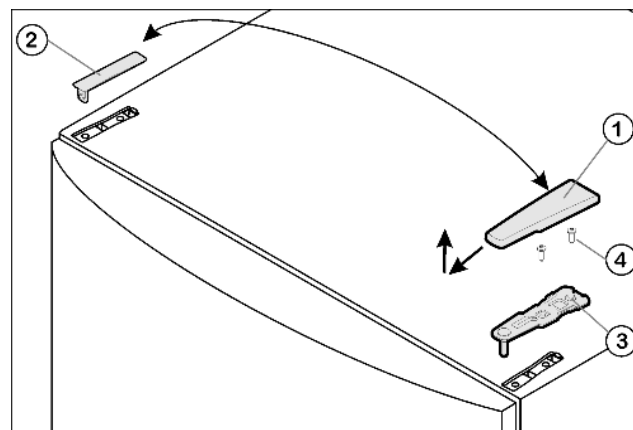

Fig. 4
- Крышку Fig. 4 (1) снимите движением вперед и вверх.
- Снимите крышку Fig. 4 (2).
- Открутите верхний опорный кронштейн Fig. 4 (3)(2 шт. Torx 25) Fig. 4 (4) и вытяните вверх.
- ▶ Установите верхний опорный кронштейн *Fig. 4 (3)* на новой стороне шарнира и защелкните в дверце.
- ▶ Прикрутите верхний опорный кронштейн **с усилием мин. 4 Нм** (2 шт. Torx 25) *Fig. 4 (4)*. При необходимости проделайте отверстия или используйте аккумуляторную отвертку.
- ▶ Наденьте и защелкните крышку *Fig. 4 (1)* и крышку *Fig. 4 (2)* на противоположной стороне снаружи.